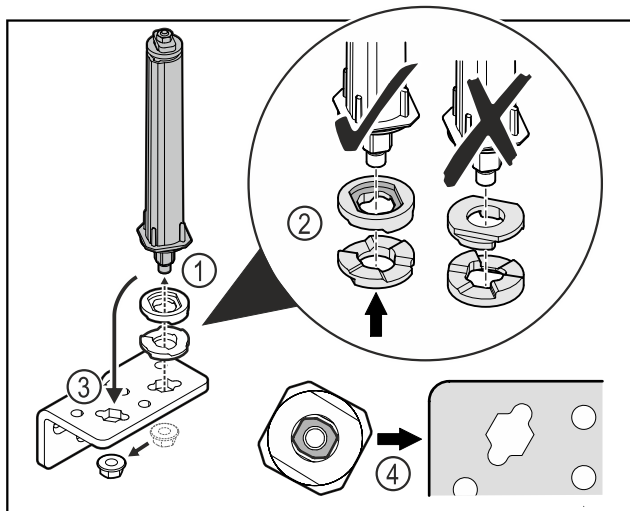

Fig. 20
- Lossa muttern och ta bort dörrlåssystemet Fig. 20 (1).
- Se till att rikta brickorna för höjdjustering korrekt Fig. 20 (2).
- Montera om dörrlåssystemet i gångjärnsfästet och fixera med muttern Fig. 20 (3).
- Kontrollera att dörrlåssystemet är korrekt riktat vid monteringen Fig. 20 (4).